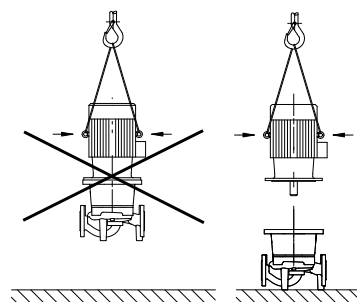

Fig. 7: Transportul motorului
- Inelele de transport de la motor sunt admise numai pentru transportul motorului, nu însă și a întregii pompe (Fig. 7).